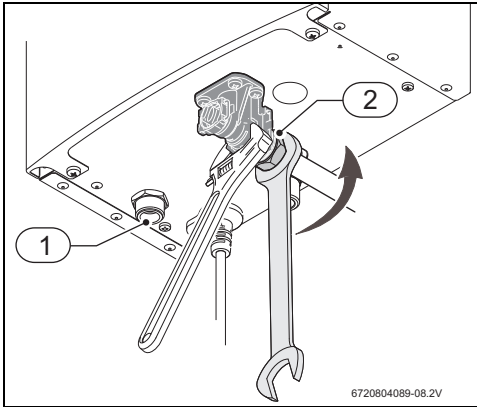

Fig. 23 Conexión de agua
- ▶ Cuando apretar la conexión de agua fría, fijar el modulo de agua conforme indicado en la Fig. 23.
- ▶ Realizar las conexiones de entrada (Fig. 23, [2]) y salida (Fig. 23, [1]) de agua utilizando los accesorios de conexión suministrados o recomendados.